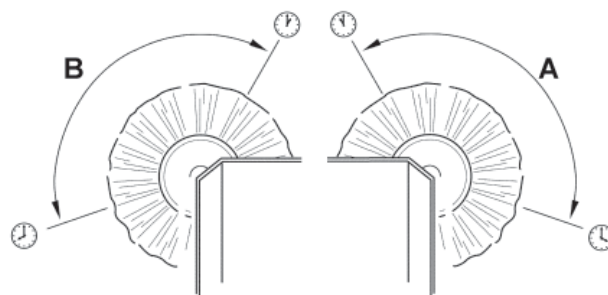
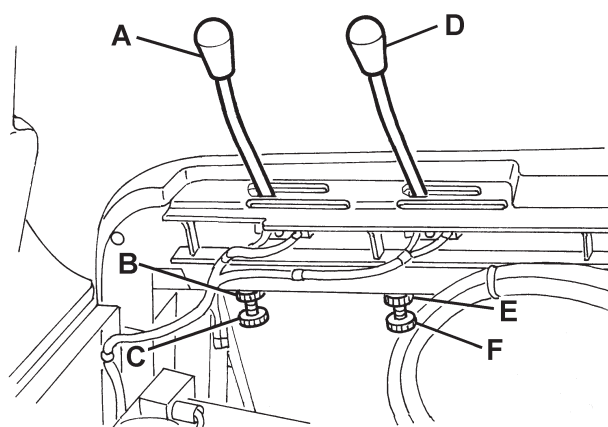

Figure 9
Figure 10
- Contrôler que les traces laissées par les balais latéraux sont, en extension et orientation, comme indiqué dans la figure (A et B, Fig. 9).
2. Activer le frein de stationnement au moyen de la pédale (75) et du levier (68).
3. Tourner la clé de contact (69) sur "0".
4. Ouvrir le coffre (22) et le bloquer au moyen de la tige de support (36).
5. **Pour le balai latéral droit**, agir sur le renvoi du levier (A, Fig. 10) en dévissant l'embout (B) et en réglant le dispositif de réglage (C) jusqu'à obtenir la trace correcte (A, Fig. 9). Enfin, bloquer le dispositif de réglage au moyen de l'embout (B, Fig. 10).
**Pour le balai latéral gauche**, agir sur le renvoi du levier (D, Fig. 10) en dévissant l'embout (E) et en réglant le dispositif de réglage (F) jusqu'à obtenir la trace (B, Fig. 9). Enfin, bloquer le dispositif de réglage au moyen de l'embout (E, Fig. 10).